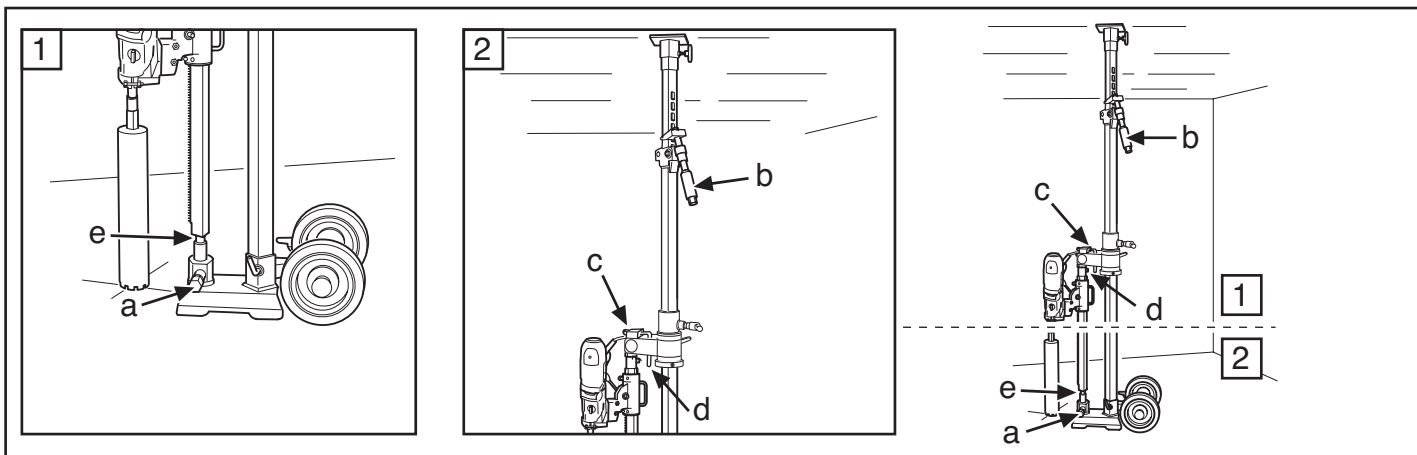

Fig. 10
4. Bloccare la vite del montante nel relativo manicotto con la vite di bloccaggio (a) e il dado (e); serrare con la chiave da 24/30 mm (fig. 10).
4. Die Stempelschraube mit Sicherungsschraube (a) und Mutter (e) in der Sicherungshülse verriegeln, mit einem 24/30-mm-Schraubenschlüssel festziehen (Abb. 10).
4. Verrouiller la vis du poteau dans la rondelle de blocage avec la vis de blocage (a) et l'écrou (b) et serrer à l'aide d'une clé de 24/30 mm (Fig. 10).
4. Zet de stutschroef vast in de borghuls met borgschroef (a) en moer (e), draai vast met 24/30 mm sleutel (Fig. 10).